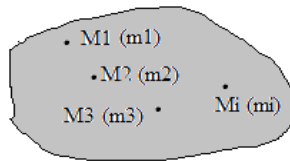

Figure III.1
Considérant un système discret (ou discontinu) (S) de N points matériels (qui ont une distance entre eux) de masse ( $m_i$ ) Figure III.1. Donc la masse totale d'un système discret est la somme de toutes les masses des points matériels qui le constitue :